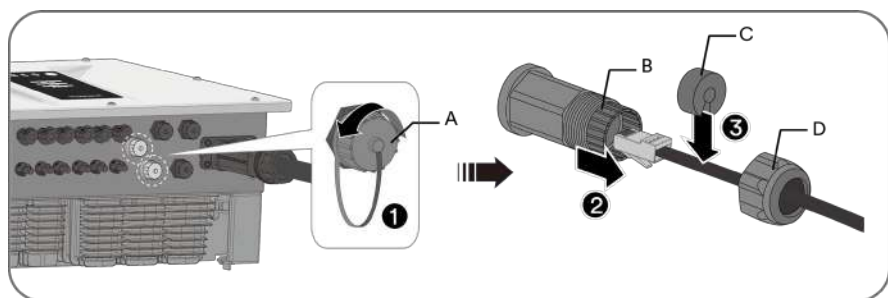

Abb. 46. Netzwerkkabel einführen
4. Führen Sie das Netzwerkkabel durch die Überwurfmutter und die Gewindehülse. Befestigen Sie die Kabeltülle am Netzwerkkabel (siehe Abb. 46).